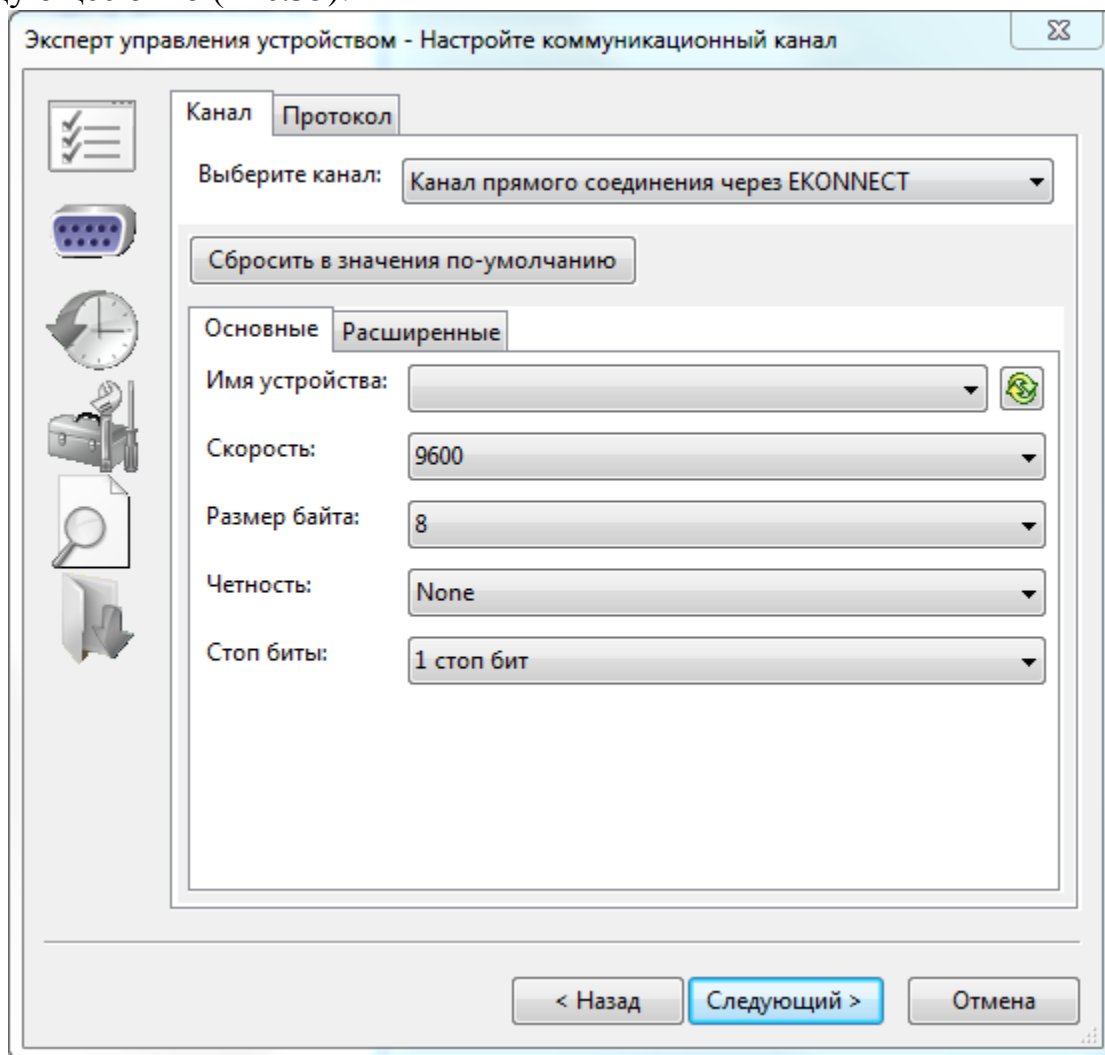

Рис.35 – Настройка коммуникационного канала с БОИ-01
2.10.4.2. **Настройка коммуникационного канала** производится через следующее окно (Рис.35):